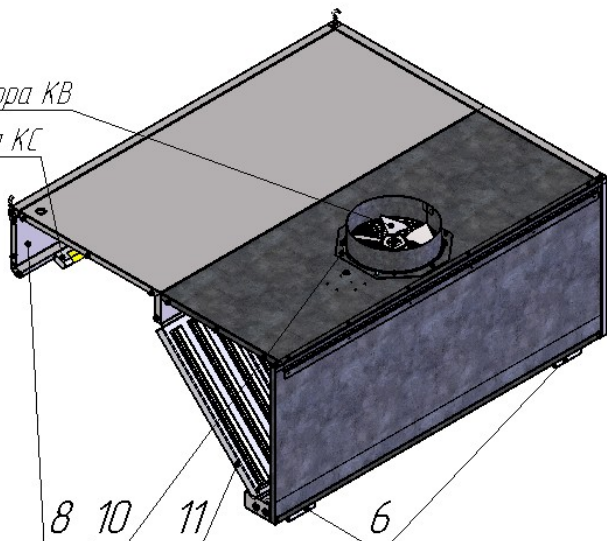

Рис.3
3.5.8. Установку фильтров поз. 11 (Рис. 3) и лотков поз. 6 (Рис. 3) произвести согласно Рис. 3.
3.5.9. При наличии комплекта вентилятора КВ (заказывается дополнительно для каждого зонта). Комплект вентилятора разместить внутри зонта. Раскрутить крепеж фиксатора поз. 10 (Рис. 3), совместить комплект вентилятора с отверстиями в крышке зонта и зафиксировать, затянув крепеж.
3.5.10. При наличии комплекта светильника КС (заказывается дополнительно для каждого зонта). Закрепить на панели поз. 8 (Рис. 3) при помощи винтового соединения М3 и направляющей, входящими в комплект светильника. Последовательное соединение и подключение ламп производить при помощи перемычки и шнура, входящими в комплект светильника. Для подключения шнур продеть через специальные отверстия в коробе зонта.